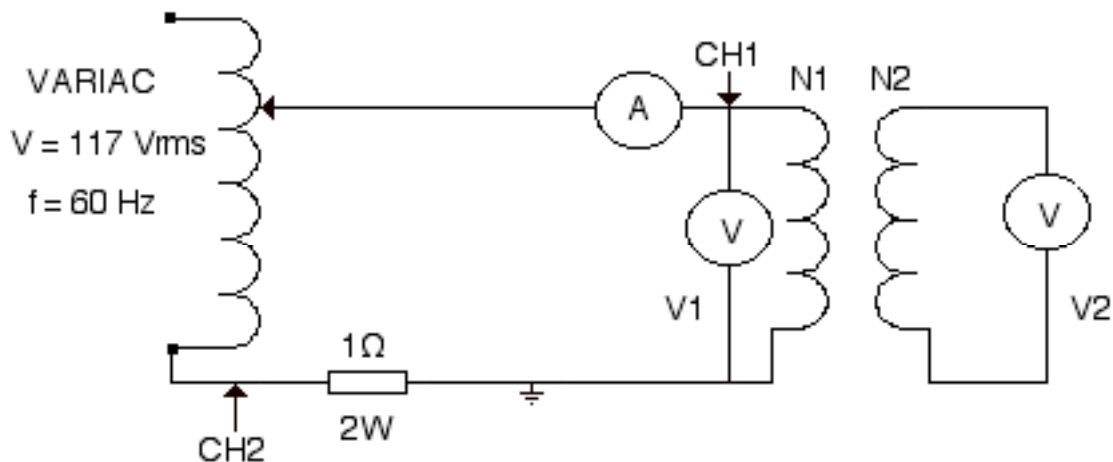

Figura 9.6
36.- Para observar la señal de voltaje y la de corriente en el primario del transformador en la pantalla del osciloscopio, monte el circuito de la figura 9.6. Tenga en cuenta que es necesario invertir el canal 2 para presentar la señal con la polaridad correcta. Grafique las señales de los canales CH1 y CH2 del osciloscopio para la prueba de circuito abierto o prueba de vacío.